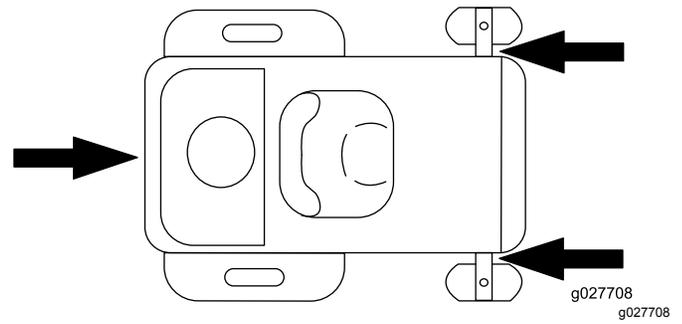

Bild 42
6. Vergurten Sie die Maschine in der Nähe der vorderen Laufräder und der hinteren Stoßstange mit Riemen, Ketten, Kabeln oder Seilen (Bild 42). Halten Sie die örtlichen Vorschriften für die Vergurtung ein.